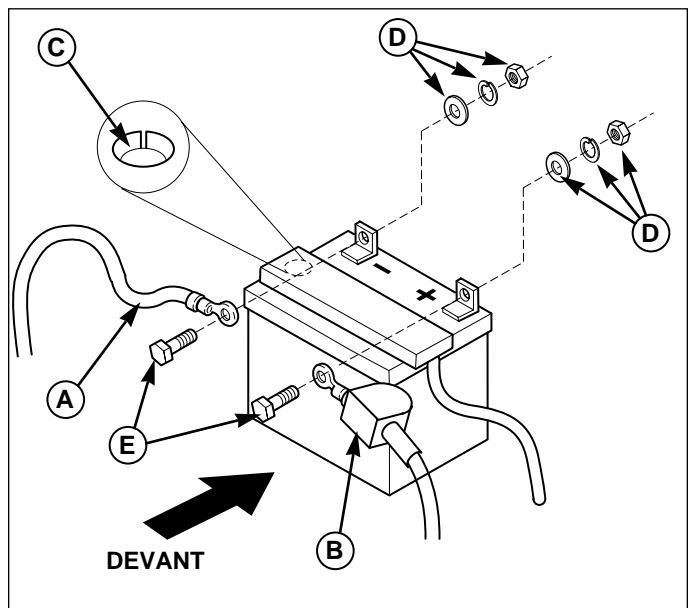

Figure 17. Câbles de batterie et bouchon de remplissage
2. Retirer les bouchons de remplissage de la batterie. Le fluide doit être au niveau de l'anneau fendu indiquant le plein (C, Figure 17). Si ce n'est pas le cas, ajouter de l'eau distillée.
1. Débrancher les câbles de la batterie, le négatif en premier (A, Figure 17).
6. Rebrancher les câbles, le positif en premier (B, Figure 17).